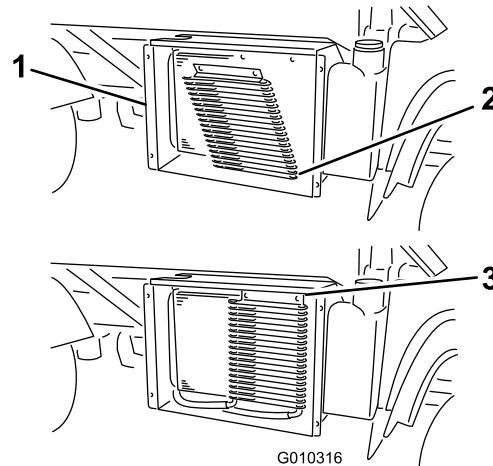

図 60
3. ラッチを外し、オイルクーラーを装備している場合にはそれを倒してラジエターから遠ざける図 60。